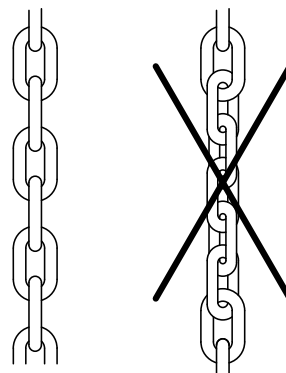

Fig. 2: Modification de la longueur de la chaîne de treuil
Modification de la longueur de la chaîne de treuil (Fig. 2)
- En cas de modification de la longueur de la chaîne de treuil, l'on veillera à ce que celle-ci ne soit pas montée vrillée (Fig. 2).